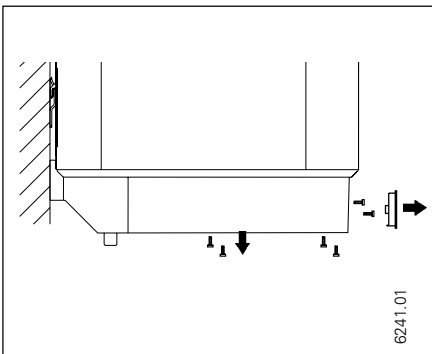

Abb. 7
- Temperaturwählknopf abziehen, Schrauben herausdrehen, Unterkappe abnehmen, siehe Abb. 7.